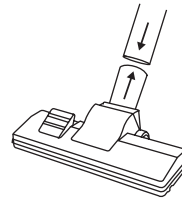

Fig. 7 – Montagem do bocal multiuso
- Conecte o tubo de aspiração no bocal multiuso ou no bocal para cantos com ou sem escova, conforme mostra a Fig. 7.